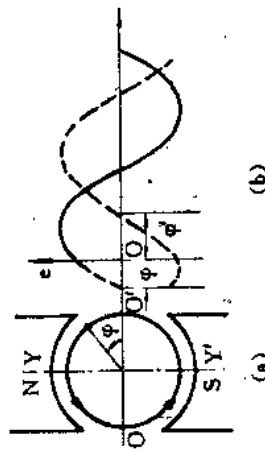

图 1-21 初相角示意图
(4) 初相角。我们把正弦交流发电机中,线圈刚开始转动的瞬时($t=0$ 时)线圈平面与中性面的夹角称为初相角,也称初相位或初相。如图 1-21 所示。用字母 φ 表示。则线圈在 t 时刻产生的感生电动势可表示为